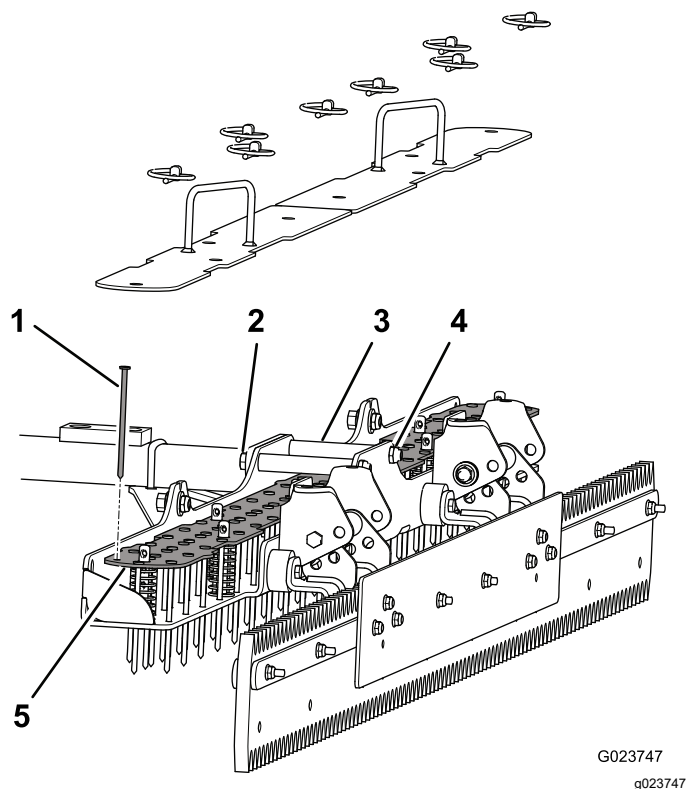

Figura 9
5. Inserite i chiodi attraverso la piastra dei chiodi e la piastra inferiore (**Figura 9**).